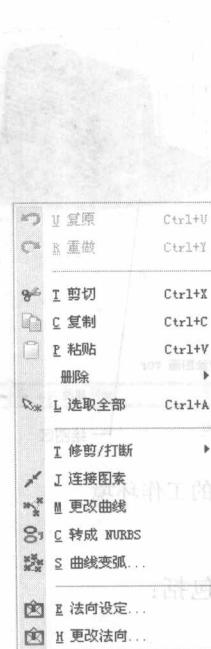

图 1-3 编辑菜单项
(2)【编辑】: 可以通过该菜单对图形进行修剪、连接、改变曲线方向等编辑图形命令, 如图 1-3 所示。